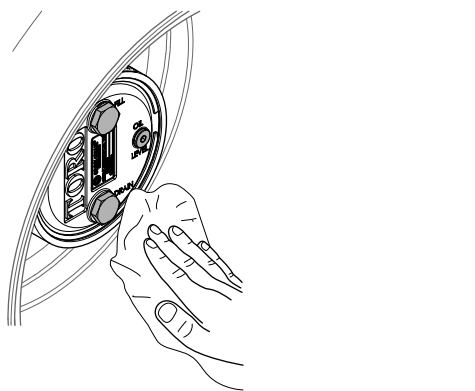

図 109
3. プラネタリハウジングとブレーキハウジングをきれいに拭く 図 109。